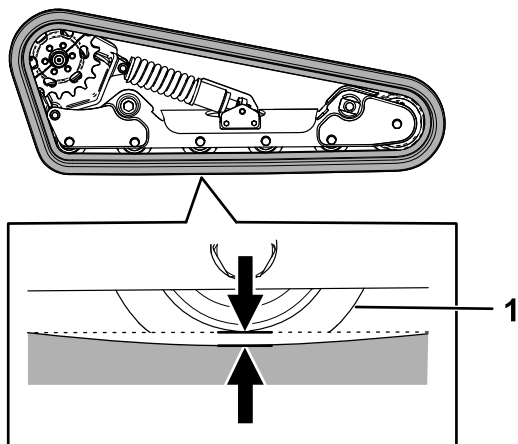

Figura 56
Ridicai/sprijinii o latură a mainii i, folosind greutatea enilei, verificai dacă distanța dintre partea inferioară a buzei roii de rulare și eniță este de 13 mm, aa cum se arată în Figura 56. În caz contrar, reglai tensionarea enilei utilizând următoarea procedură.
5. Folosind o cheie cu clichet de 1/2 inch, rotiți urubul de tensionare până când deflexia enilei este de 13 mm, aa cum se arată în Figura 56.
9. Verificați dacă deflexia enilei este de 13 mm, aa cum se arată în Figura 56. Ajustați dacă este necesar.
20. Folosind o cheie cu clichet de ½ inch, rotiți urubul de tensionare în sens invers al acelor de ceasornic până când deflexia enilei este de 12,7 mm, așa cum se arată în Figura 56.
25. Verificai dac deflexia enilei este de 12,7 mm, aa cum se arată în Figura 56.